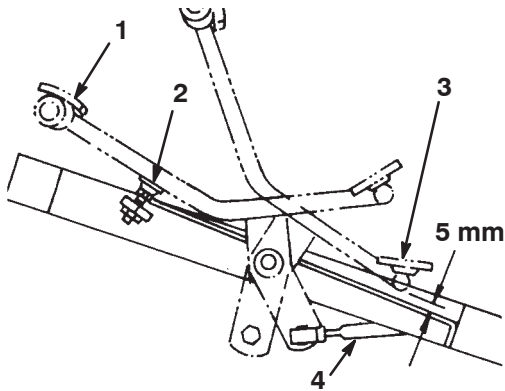

Bild 48
1. Drücken Sie das Fahrpedal ganz nach vorne durch, bis die Ventilspule im 5. Abschnitt vollständig herausgezogen ist. Dabei muss das Pedal den Pedalanschlag berühren (Bild 48).
2. Prüfen Sie die Entfernung zwischen der Unterseite des Pedals und dem Fußbrett, siehe Bild 48. Der Abstand sollte ungefähr 5 mm betragen. Sie müssen die Fahr-schaltstange einstellen, wenn der Abstand mehr oder weniger als 5 mm beträgt. Gehen Sie folgendermaßen vor:
- A. Entfernen Sie die Klemmmutter und das Kugelgelenk, mit denen die Schaltstange (Bild 48) an der Fahrwellen-Schwenkplatte befestigt ist.